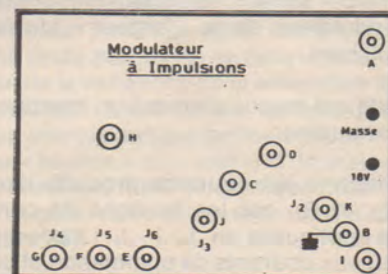

Figure 23
Divers points d'accès du montage sont désignés par des lettres majuscules (A), (B), (C)... (J), (K) entourées d'un cercle. Tous les points d'accès sont des bornes ou jacks, indiqués sur le schéma et sur le panneau avant de la figure 23. Remarquons que ce module ne comporte aucun réglage accessible à l'utilisateur, mais, dans la composition de cet appareil figurent deux potentiomètres ajustables  $R_{32}$  (Impulsions) et  $R_{33}$  (Sinus).
Aucun réglage ne figure sur le panneau avant, représenté à la figure 23.